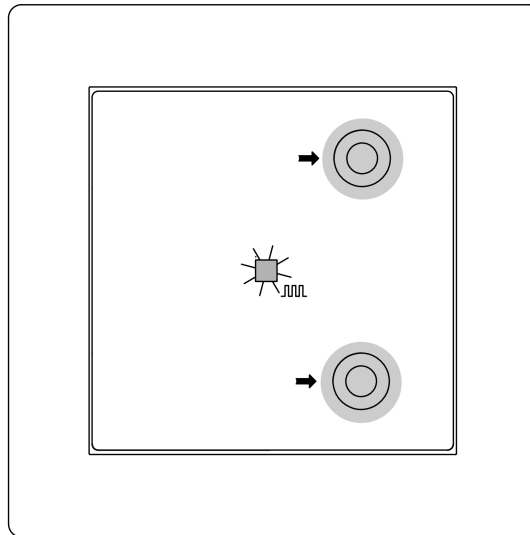
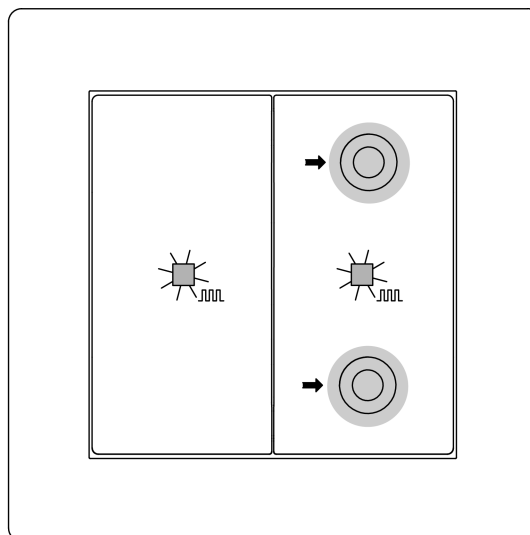

Figura 5: Attivare la modalità di programmazione (a 1 modulo)
Figura 6: Attivare la modalità di programmazione (a 2 moduli)
Programmazione dell'indirizzo fisico e del programma applicativo (Figura 5) a 1 modulo e (Figura 6) a 2 moduli
- Attivare la modalità di programmazione: premere contemporaneamente il tasto in alto a destra e il tasto in basso a destra e tenerli premuti per > 4 secondi per (Figura 5) a 1 modulo e (Figura 6) a 2 moduli.